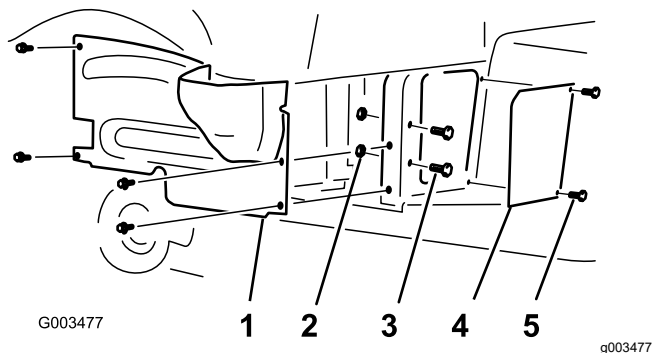

Figure 1
2. Retirez les 4 boulons à embase qui fixent le carénage de la roue droite au cadre (Figure 1).
au cadre, et conservez les rondelles pour la pose ultérieurement (Figure 1).